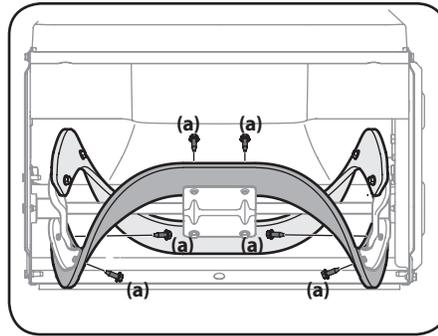

Figure 4-7
- Tirez sur la poignée du lanceur à rappel jusqu'à ce que vous sentiez une légère résistance. Faites basculer la souffleuse à neige vers l'arrière jusqu'à ce qu'elle se repose sur les poignées. Pour retirer les palettes, dévissez les boulons hexagonaux (a) qui les retiennent à la tarière. Voir Figure 4-7.